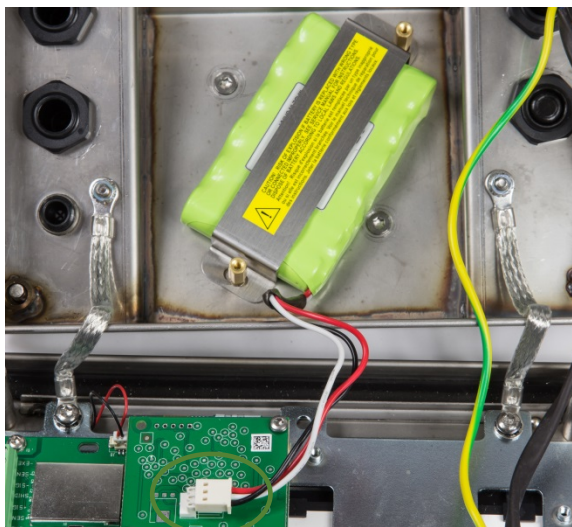

Figure 2-22: Batterie NiMH installée dans l'IND236
- Placez la batterie dans le boîtier et fixez-la en place à l'aide du support fourni et de deux boulons hexagonaux, comme indiqué à la Figure 2-22.
- Attachez le câble de la batterie au connecteur du tableau de chargement, indiqué à la Figure 2-22.